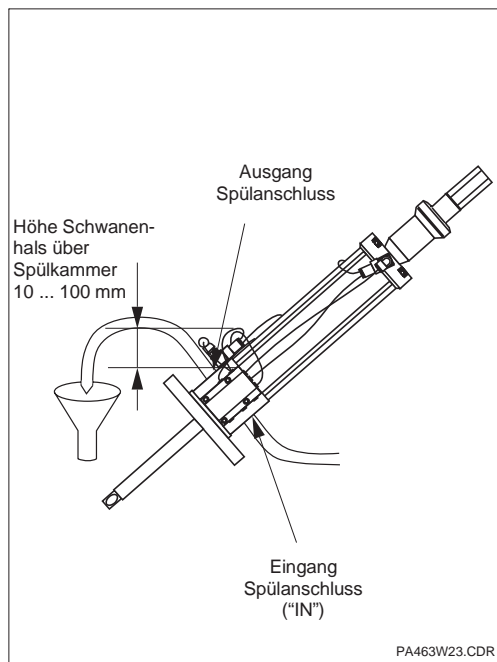

Bild 3.5 Armatureneinbau bei Benutzung des Spülanschlusses
- Zur Verhinderung des Leerlaufes der Spülkammer ist die Armatur gemäß Bild 3.5 einzubauen.